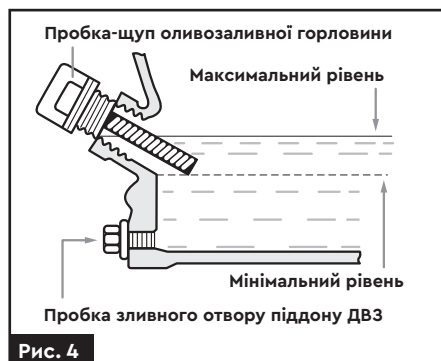

Рис. 4
1. Перевірте рівень оливи в піддоні двигуна. Для цього виконайте наступні дії (рис. 4):